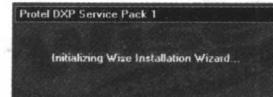

图 1-14 正式版升级软件初始化窗口
4) 安装正式版升级软件包。在下载文件夹内双击文件“proteldxpservicepack1.exe”图标，出现图 1-14 所示正式版升级软件初始化窗口，其后的过程与试用版的升级过程相同。